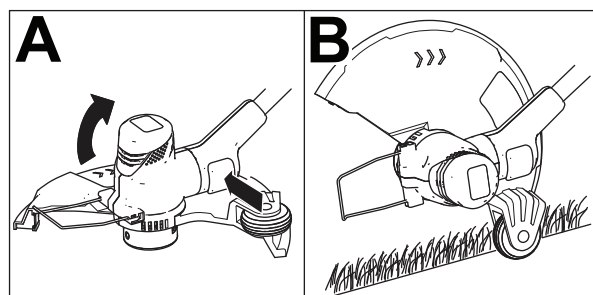

Figure 16
1. Appuyez sur le bouton de rotation et faites pivoter la tête à 90°, en veillant à ce qu'elle s'enclenche bien en position (encadré A de la Figure 16).
2. Laissez la débroussailleuse reposer sur la roue et commencez à couper les bordures (encadré B de la Figure 16).